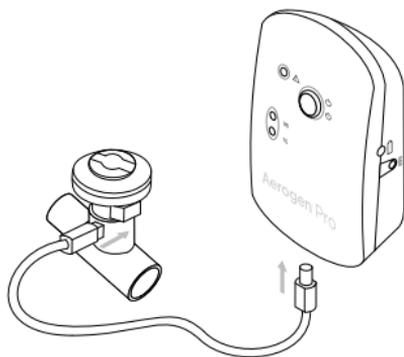

Abbildung 4. Steuergerät am Vernebler anschließen
- 4 Das Aerogen Pro Steuergerät und den Vernebler mit dem Steuergerätekabel verbinden (Abbildung 4).